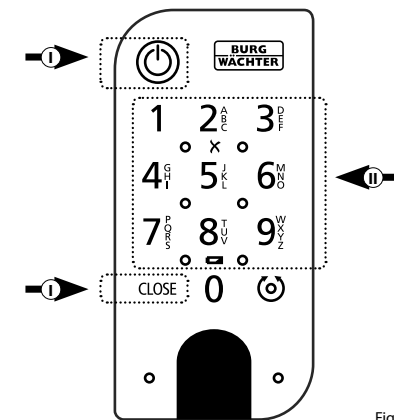

Fig. 4
- 1 Active el teclado pulsando o bien la tecla ON o la tecla CLOSE (I) (Fig. 4).
- 2 Introduzca su código de administrador de 6 posiciones o su código de usuario programado (II) (Fig. 4).